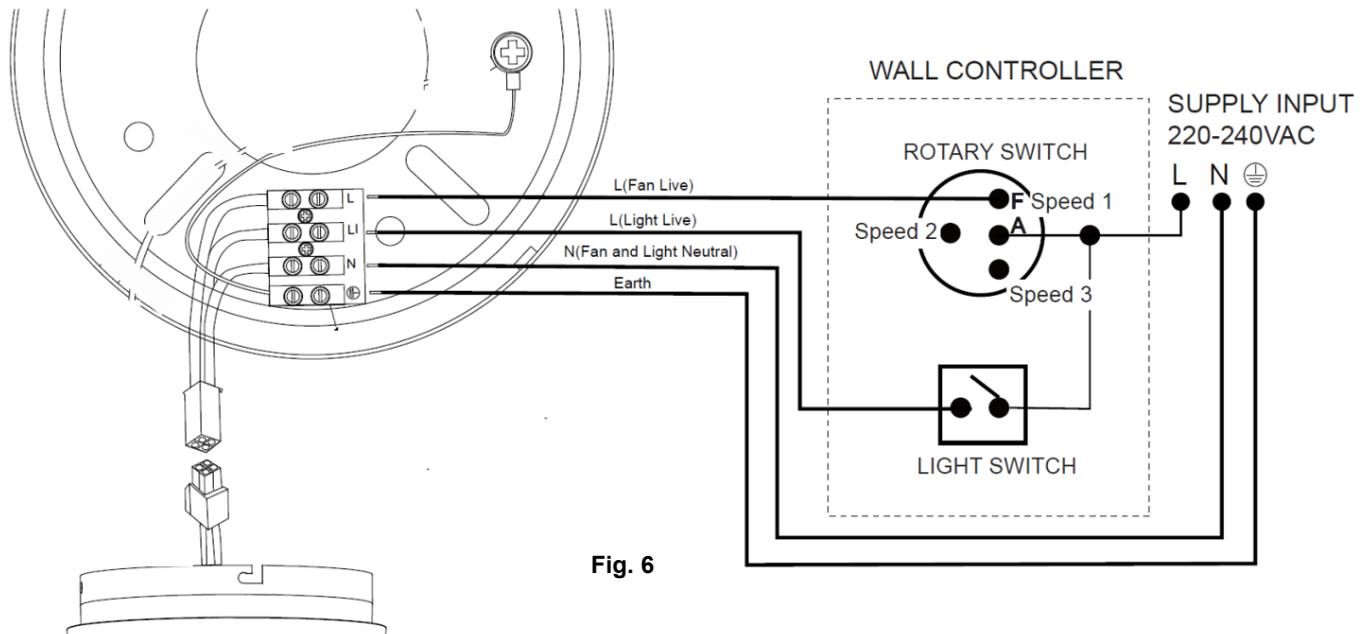

Fig. 6
- Beenden Sie die elektrische Verdrahtung wie im nachfolgenden Schalt diagramm gezeigt (Abb. 6).